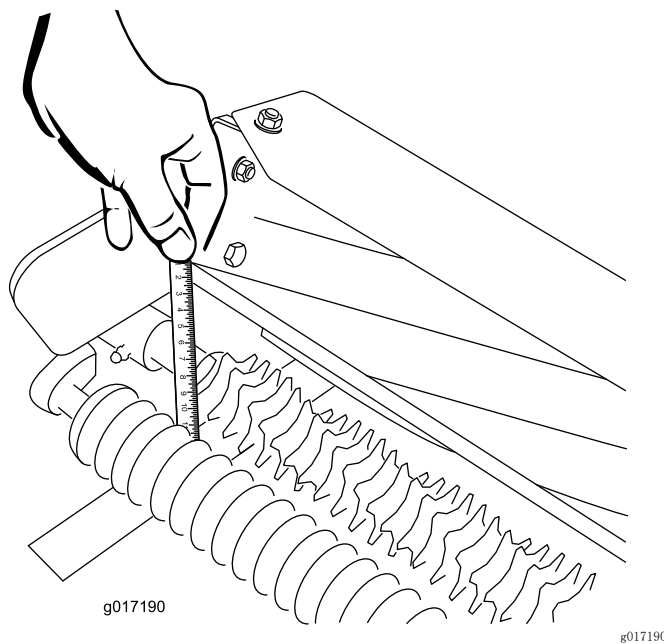

图26
3. 在疏草刀轴的一端，测量从疏草刀刀片的最低刀尖到工作表面的距离（图26）。